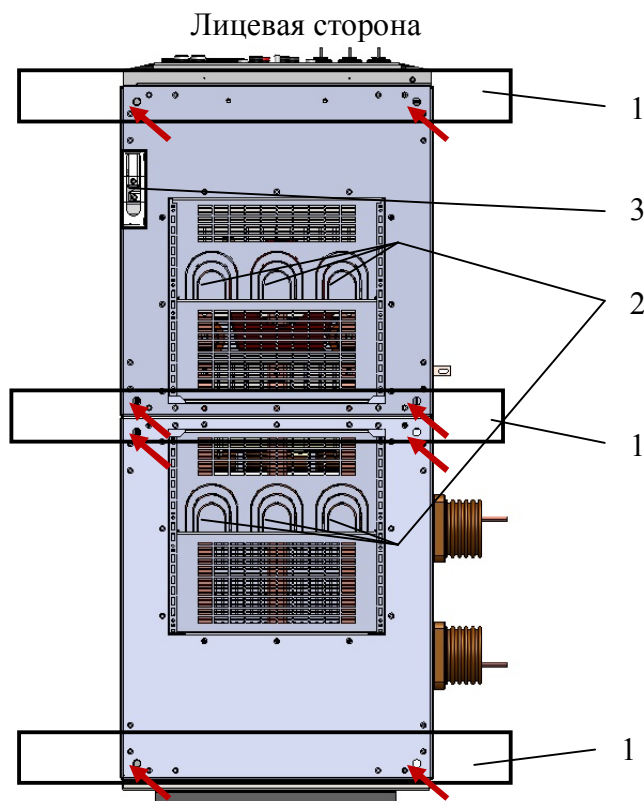

Рис. 20. Установочные размеры шкафов КРУ, размещение закладных швеллеров и отверстий для прохода силовых и контрольных кабелей. Вид сверху на дно шкафа КРУ
2.5.2.1 Установить на штатное место крайний правый шкаф КРУ в ряду, согласно схеме расположения на монтажном чертеже и рис. 20. Стрелками обозначены места крепления дна шкафа к основанию.